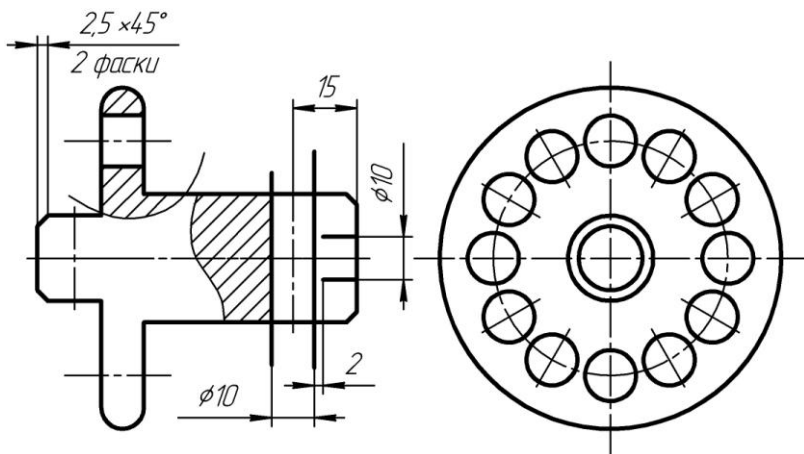

Рис. 3. Использование команд *Симметрия*, *Копия по окружности*, *Фаска* и *Штриховка*
3. При построении окружностей на профильной проекции (рис. 3) воспользуйтесь вспомогательной горизонтальной прямой или привязкой *Выравнивание* из контекстного меню. В группе переключателей **Оси Панели свойств** включите отображение осей симметрии окружности.
1. Выполните с обоих торцов вала фаски $2,5 \times 45^\circ$ (см. рис. 3) (команда *Фаска* панели *Геометрия*).
6. Начертите контуры вертикального отверстия двумя параллельными линиями (команда *Параллельный отрезок*) намеренно большей длины (см. рис. 3).